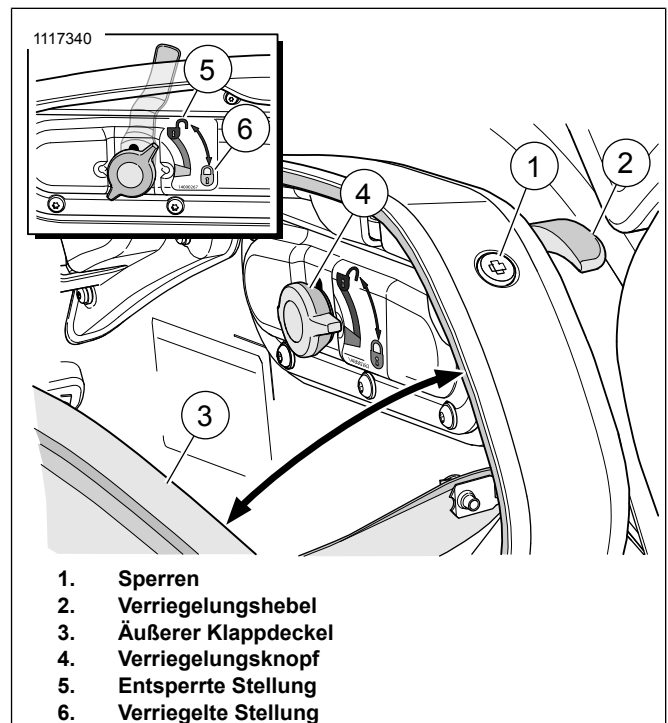
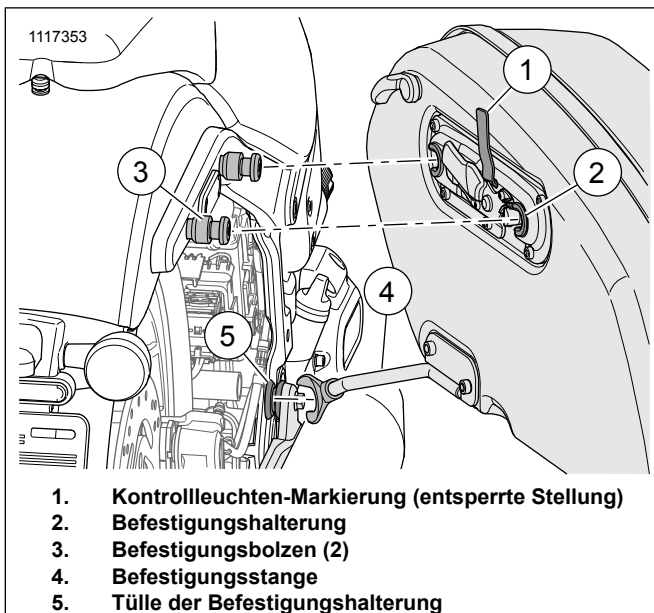

Abbildung 12. Satteltaschen-Verschlussknopf
Abbildung 13. Satteltaschen-Befestigungshalterung
- b. Die Tülle der Befestigungshalterung (7) am Rahmen (9) positionieren.
- c. Schraube (8) einbauen. Festziehen.
4. Siehe Abbildung 12 und Abbildung 13 „Satteltasche einbauen“.
- a. Abbildung 12 Den inneren Klappdeckel (3) des Seitenkoffers öffnen.
- b. Abbildung 12 Den Verschlussknopf (4) nach außen ziehen und in die entriegelte Stellung (5) drehen.
c. **Abbildung 13** Die Satteltaschen-Befestigungshalterung (2) auf die Befestigungsbolzen (3) setzen und dabei die Satteltaschen-Befestigungsstange (4) an der Tülle der Befestigungshalterung (5) ausrichten. Die Satteltasche komplett nach vorne schieben.
d. **Abbildung 13** Den Verschlussknopf in die gesperrte Stellung (6) drehen, bis ein Klickgeräusch hören ist. Überprüfen, ob sich der Knopf nicht zurück in die entriegelte Position dreht, dabei nicht am Knopf ziehen.
e. **Abbildung 13** Sicherstellen, dass die Kontrollleuchten-Markierung nicht angezeigt wird und der Seitenkoffer sicher befestigt ist.